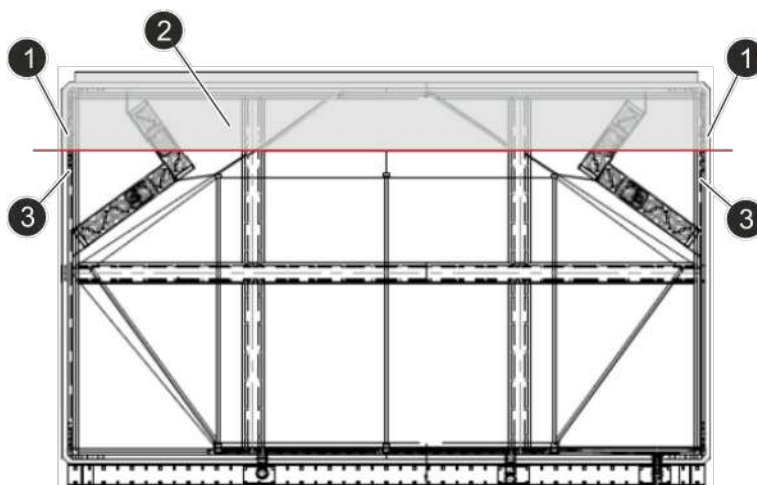

Fig. 16: División horizontal
2. Separe los bastidores de perfiles en la parte superior del cubo del recuperador (Fig. 16/1) ( *↗ Capítulo 2.5.1 «Separación/unión de bastidores de perfiles» en la página 31*).
3. Quite el bastidor de perfiles superior (Fig. 16/2).
5. Coloque y atornille el bastidor de transporte suministrado en la parte inferior del cubo del recuperador (Fig. 16/3).
9. Coloque el bastidor de perfiles superior (Fig. 16/2) sobre el bastidores de perfiles inferior (Fig. 16/3).